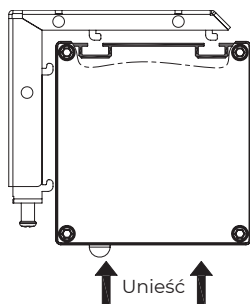

Rysunek 6
3. Przed montażem należy poluzować śrubę blokującą w kierunku przeciwnym do ruchu wskazówek zegara, aby zwolnić pionowy hak blokujący i przesunąć go w dół w kierunku krawędzi podłużnej szczeliny. Następnie przesunąć poziomy hak blokujący na zewnątrz w kierunku krawędzi zewnętrznej (rys. 6 i 7).